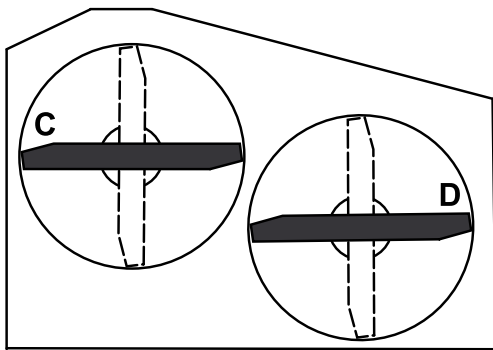

Рисунок 60
3. Измерьте высоту в точках С и D от горизонтальной поверхности до режущих кромок на концах ножей (Рисунок 60).